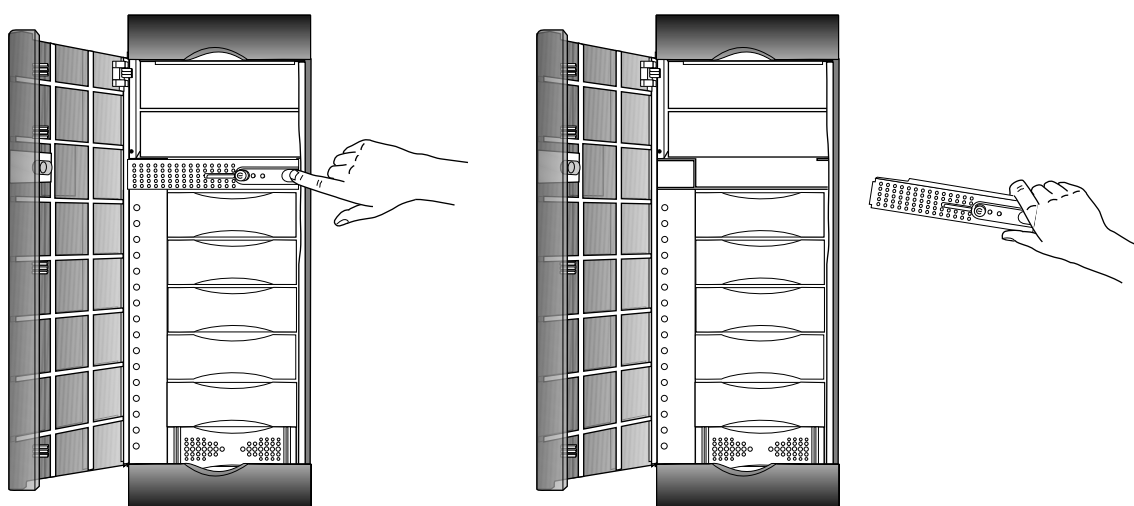

Figure 9-5 Retrait de la barre transversale (panneau avant)
- A l'aide de votre index, appuyez par l'extérieur (par la droite ou par le haut) sur le butoir qui se trouve dans le retrait de la barre transversale. Ce retrait correspond à l'emplacement du verrou (voir Figure 9-5).